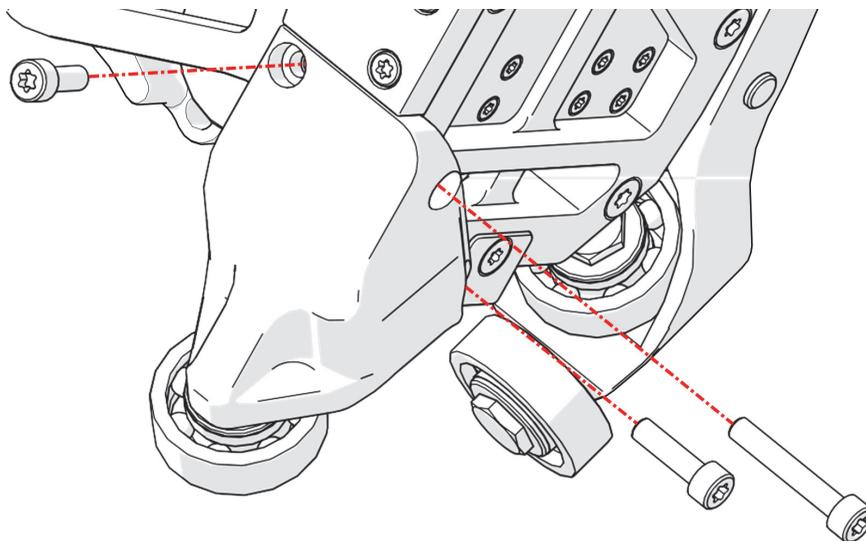

Figure 2-27 Retrait des vis de l'assemblage du roulement
6. À l'aide d'un tournevis Torx T-25, retirez les trois vis de l'assemblage roue-roulement de gauche (Figure 2-27 à la page 110).